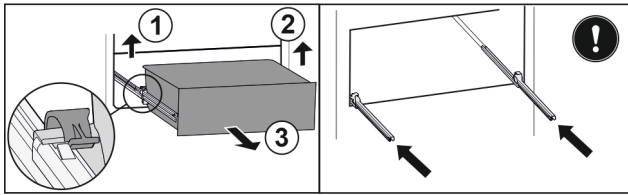

Fig. 140
- ▶ Linke Klemme anheben und gleichzeitig Schubfach links nach vorne ziehen. Fig. 140 (1)
- ▶ Rechte Klemme anheben und gleichzeitig Schubfach rechts nach vorne ziehen. Fig. 140 (2)
- ▶ Schubfach nach vorne entnehmen. Fig. 140 (3)